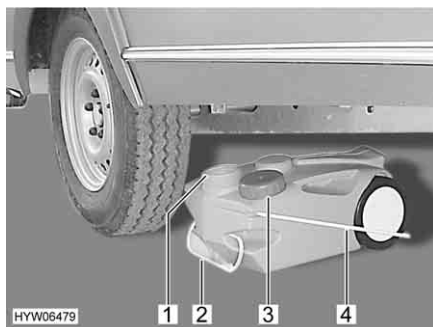

Bild 183 Abwassertank, fahrbar
- Öffnung des Abwassertanks (Bild 183,1) mit dem Deckel (Bild 183,3) schließen.
- Den Abwassertank am Griff (Bild 183,2) herausziehen.
- Tragegriff (Bild 183,4) nach oben klappen und Abwassertank aufstellen.